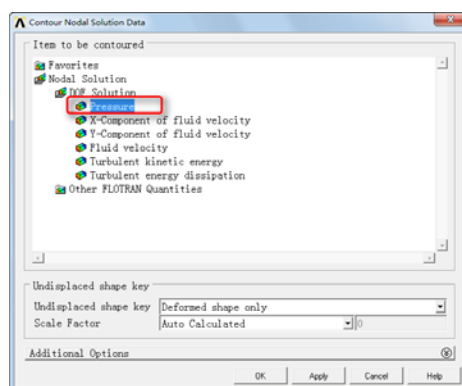

图 7-109 “Contour Nodal Solution Data”对话框
⑤依次选择 Main Menu→General PostProc→Plot Results→Contour Plot→Nodal Solution, 会弹出“Contour Nodal Solution Data”对话框, 如图 7-109 所示。